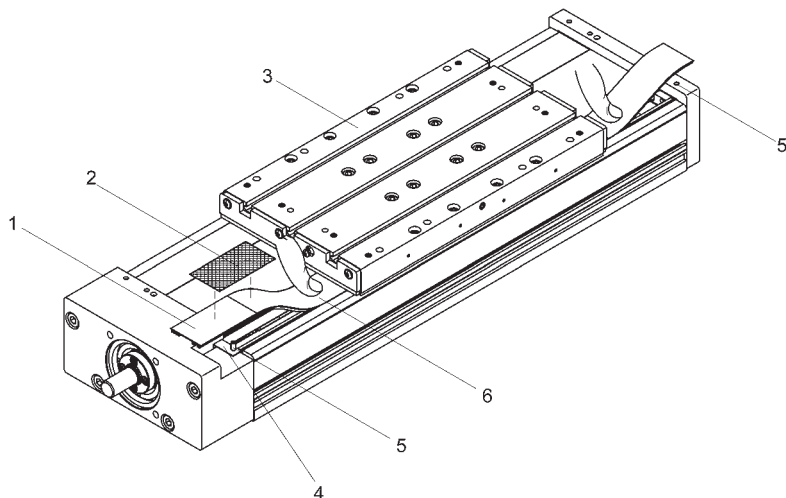

Figure 11
1. **Figure 11:** amener le chariot (3) dans sa position finale arrière (côté du palier libre).
2. Desserrer les vis sans tête (5) du logement du palier fixe, en haut et sur le couvercle d'obturation.
3. Tirer l'ancienne bande (6) avec la plaque de serrage (4) hors du logement du palier fixe, en direction du palier libre, jusqu'à environ 20 cm avant le chariot (attention : ne pas la tirer à travers le chariot !).